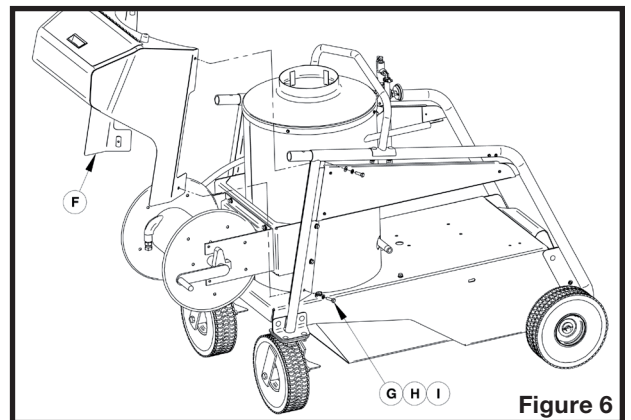

Figure 6
5. Installer le compartiment de rangement (F sur la figure 6) à l'aide des boulons 5/16" NC x 1", des rondelles freins 5/16" et des rondelles plates 5/16" (G, H et I sur la figure 6).